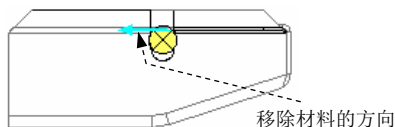

图 11.6.37 选取移除材料的方向
(3) 定义拉伸属性。接受图 11.6.37 所示的箭头方向为移除材料的方向，在操控板中定义拉伸类型为 , 选择材料移除的方向类型为 .
(4) 在操控板中单击“完成”按钮 , 完成拉伸特征 2 的创建。